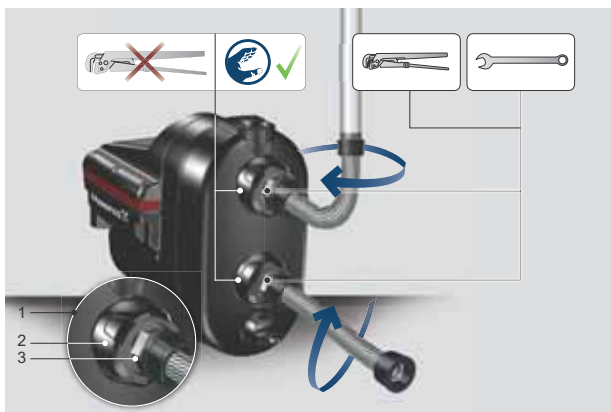

Abb. 3 Montieren der Anschlüsse
1. Lösen Sie die Überwurfmutter an den Zulauf- und Druckstutzen per Hand. Siehe Abb. 3.